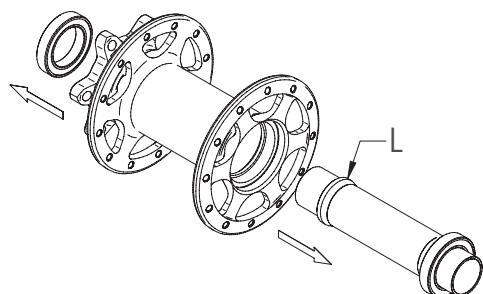

FIG. 2
- Applicate una leggera pressione al perno (C) utilizzando un utensile con battuta in plastica: esercitate la pressione fino a quando non fuoriesce interamente il cuscinetto dalla propria sede completa di perno (Fig. 2)
Una volta sfilato il primo cuscinetto, grazie ad un apposito estrattore con diametro 17mm, estraete il secondo cuscinetto (Fig. 2). Effettuata la rimozione, procedete al calettamento dei nuovi cuscinetti: